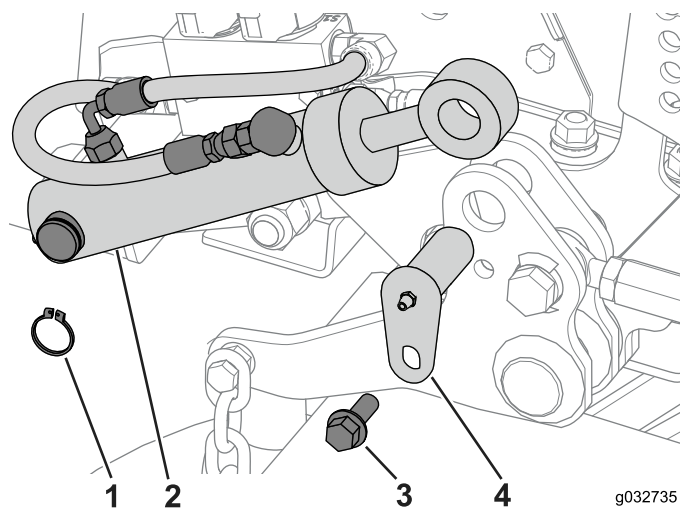

Рисунок 123
3. Закрепите подъемный цилиндр деки на поворотном пальце с помощью стопорного кольца, оси поворота и болта (Рисунок 123).